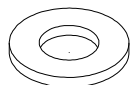

fig. 2.2
- Utilisez le trou de la rondelle universelle correspondant à la dimension de la vis que vous utilisez, comme illustré à la figure 2.2.